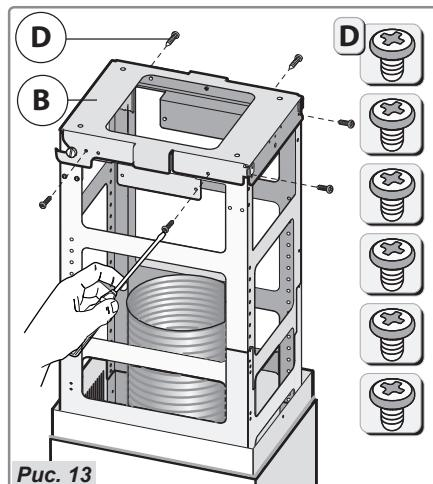

Рис. 13
- Обратите внимание! Зафиксируйте вытяжку непосредственно на кронштейне **B** с помощью 6 винтов **D** (рис. 13).